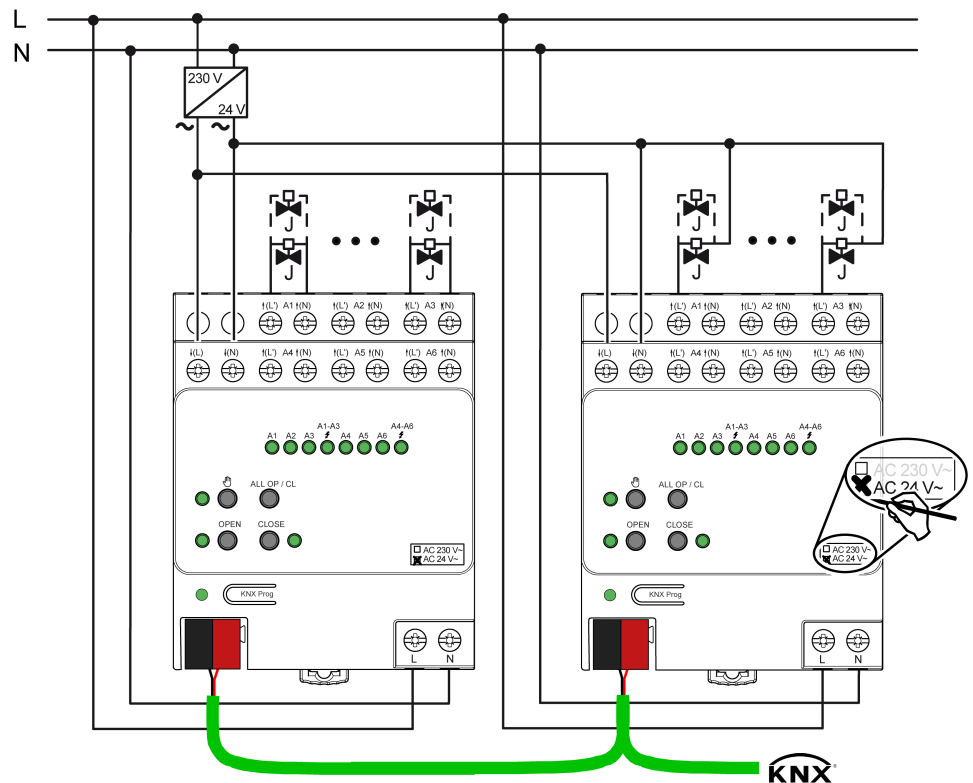

Bild 3: Anschluss für Stellantriebe AC 24 V
- Stellantriebe AC 24 V gemäß Anschlussplan (siehe Bild 3) anschließen. Es ist möglich, die Stellantriebe entweder jeweils einzeln und direkt mit den Klemmen der Ausgänge des Heizungsaktors (Anschlussbeispiel links) oder alternativ über einen gemeinsamen Leiter zu verbinden (Anschlussbeispiel rechts).